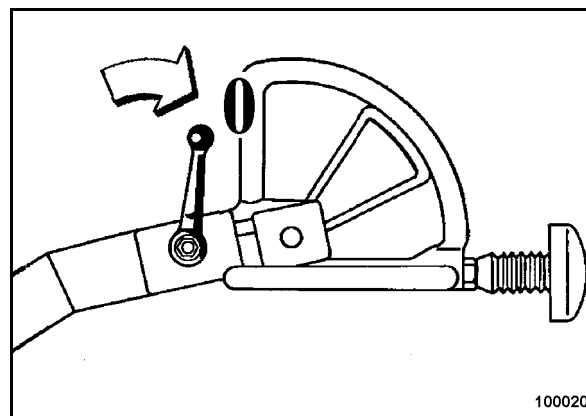

Fig. 15
- Colocar la palanca de vibración (Fig. 15) a posición "0".